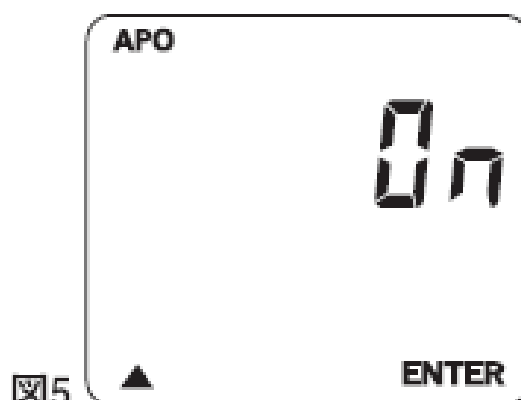

図5
- (7)表示部②に図5が表示され、オートパワーオフ機能のON/OFFの切り替えを行います。"On"または"OFF"が表示されている時に、"▲"ボタン③を押すと設定の切り替えができます。"On"または"OFF"を選択して"MODE"ボタン④を押してください。測定モードに戻ります。